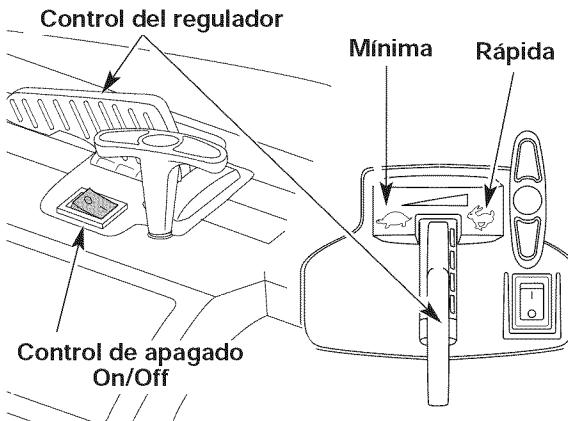
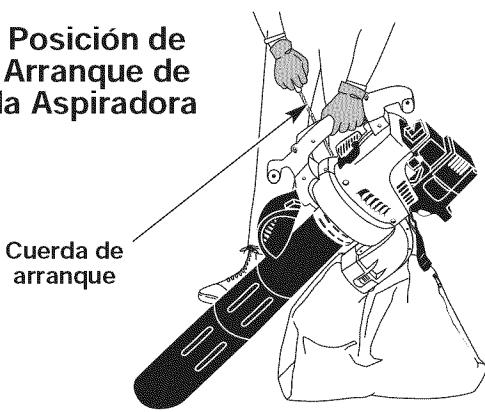

Fig. 10
Fig. 13
4. Ponga la unidad en la posición de arranque (Fig. 12 o Fig. 13). Coloque el control del regulador en la posición de **RÁPIDA** (⚡) (Fig. 10).
**SI SE CALIENTA...** El motor ya está caliente, cerciórese de que el control de Encendido/Apagado (On/Off) esté en la posición de Encendido (ON) y arranque la unidad con la palanca azul en la Posición 2. Despues de que la unidad arranque, mueva la palanca azul a la Posición 3.